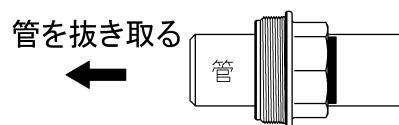

図 5 管の取り外し
- 3)外したキャップのねじ側から管を引き抜きます(図 5)。